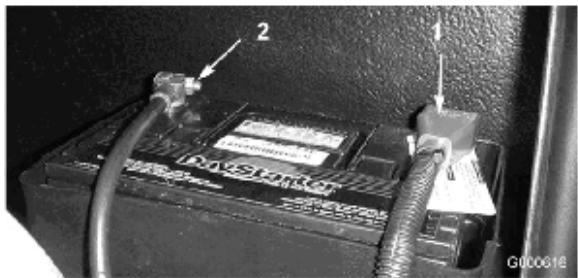

図 39
5. 赤い（+）ケーブルをバッテリーの（+）端子に、黒いケーブル（-）はバッテリーの（-）端子に固定する（図 39）ケーブルはキャップスクリュとナットで各電極に確実に固定すること。プラス端子が電極に十分にはまり込んでいること、ケーブルの配線に無理がないことを確認する。ケーブルとバッテリー・カバーを接触させないこと。ショート防止のために（+）端子にゴムキャップをかぶせる。